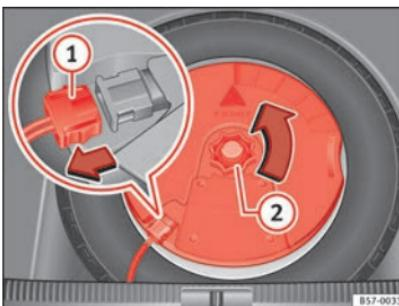

Fig. 256 Nel bagagliaio: smontare il subwoofer.
- Collegare il cavo dell'altoparlante *subwoofer* » fig. 256 ①.
- Ruotare la rotella di fissaggio in senso antiorario ②.